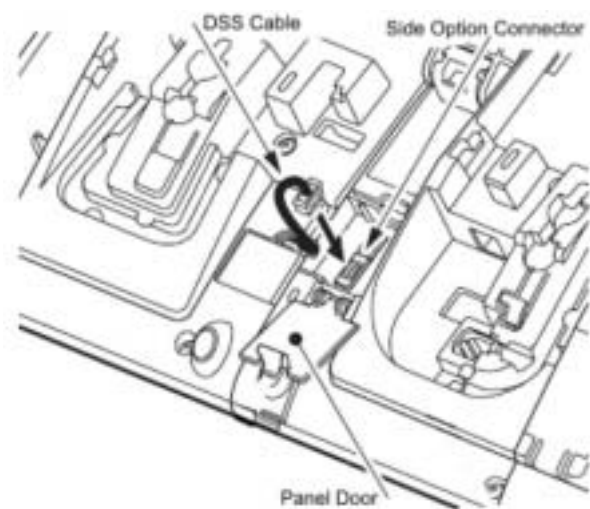

图 5-72 安装串口线
10. 打开电话机底部的小门，内有直选台连接器（参考“图 5-72，只用于 ITL, DT700 系列）。